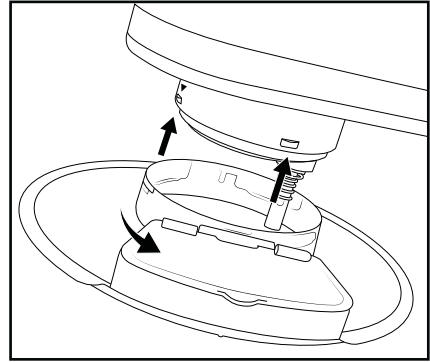

Fig. 1
- 1) Pressione a alavanca de desbloqueio ❷ para cima e coloque o braço giratório ❶ na posição mais elevada.
- 2) Monte a tampa ❸ no braço giratório ❶:
- Coloque a tampa ❸ de forma a que a seta ▼ no braço giratório ❶ aponte para o centro da seta ↔ na tampa ❸ (fig. 1). O dispositivo de enchimento ❹ aponta em simultâneo para o lado frontal do aparelho.
- Rode a tampa ❸ no sentido contrário ao dos ponteiros do relógio (sentido ↻), até encaixar.